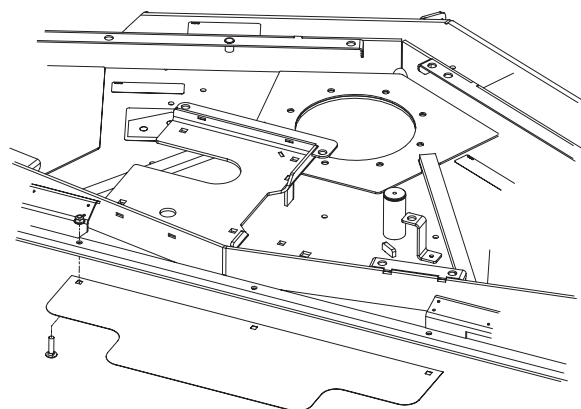

Figura 4
6. Monte el deflector trasero en la parte trasera de la unidad de corte con 3 pernos de cuello cuadrado de 5/16 x 1-1/4 pulg. y 3 tuercas con arandela prensada. Posicione el deflector según muestra la figura 4.